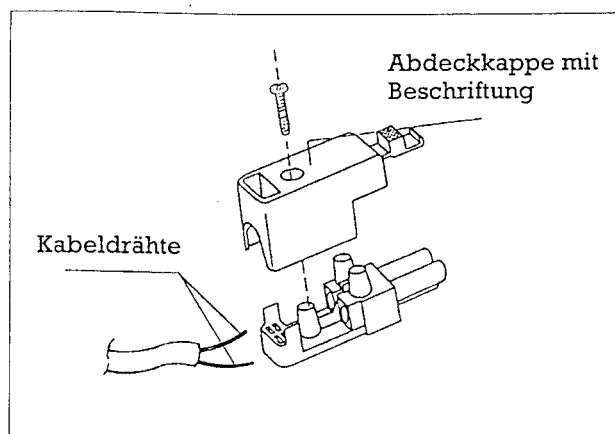

Abb. 5 Steckerverdrahtung
- Das aufgesteckte Stecker- oder Buchsenteil abnehmen und die Abdeckkappe losschrauben (Abb. 5).